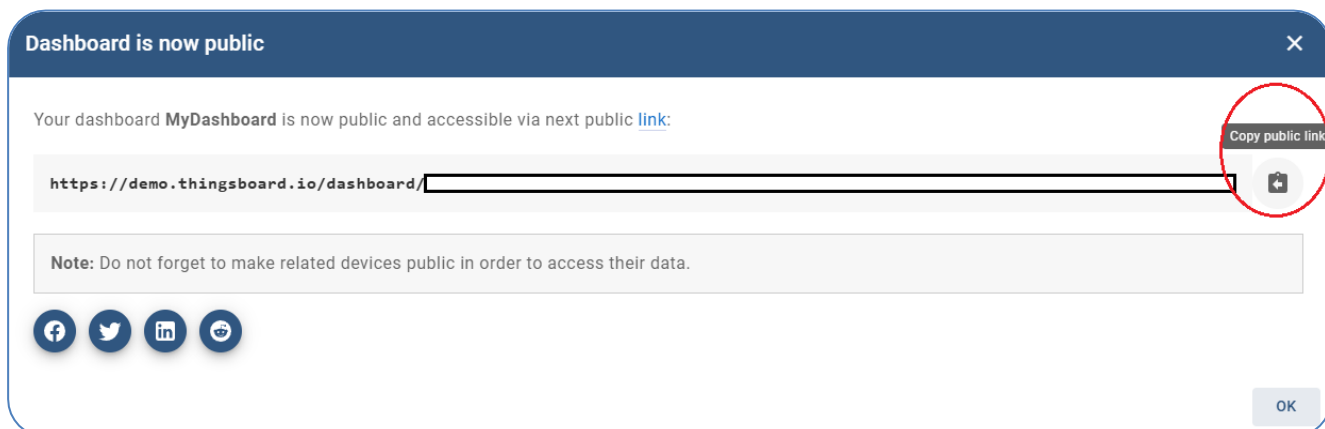

Рис. 6.9. Створення публічного посилання на Dashboard
- Натиснути на кнопку (рис. 6.9) та скопіювання посилання на створений Dashboard.